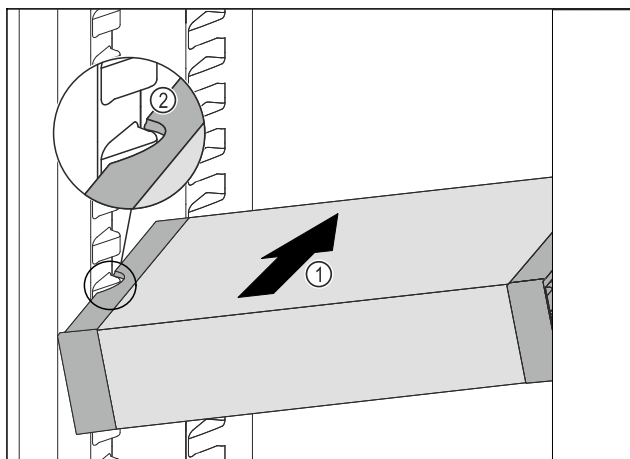

Fig. 54
- ▶ Zasuňte VarioSafe do chladničky pod úhlem tak Fig. 54 (1), aby vybrání na bocích Fig. 54 (2) VarioSafe byla na úrovni žebrování na nádoby v chladničce.